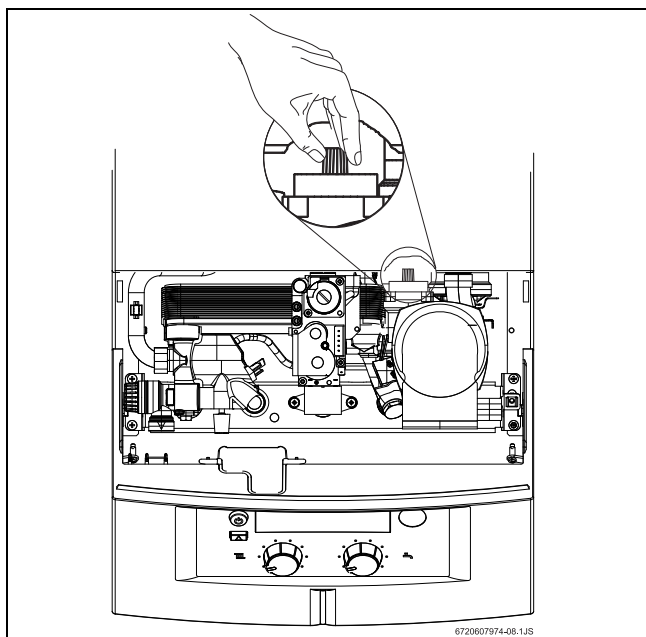

Fig. 17 Aerisitor automat
- ▶ Aerisiți centrala cu ajutorul aerisitorului automat încorporat (vezi Fig. 17).